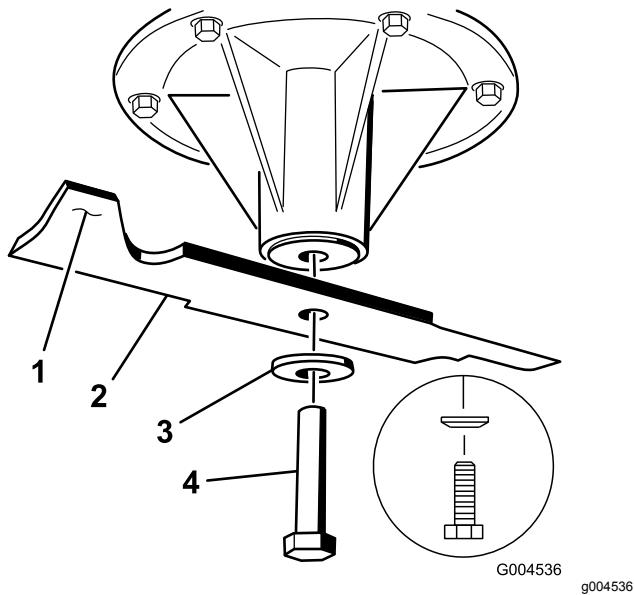

Bild 115
2. Nehmen Sie die linke und mittlere Messerschraube, die Wellenscheibe und das Messer von der Spindelwelle ab (Bild 115).
- Nehmen Sie die rechte Messerschraube (Schraube mit Linksgewinde), Wellenscheibe und das Messer von der Spindelwelle ab (Bild 115).
1. Befestigen Sie die linke und mittlere Messerschraube, die Wellenscheibe und die Messerschrauben an den Spindelwellen (Bild 116 und Bild 115).
Hinweis: Der Konus der Wellenscheibe muss bei der Installation in Richtung Schraubenkopf zeigen (Bild 115).
2. Befestigen Sie das rechte Messer, die Wellenscheibe und die Messerschraube (Schraube mit Linksgewinde) an der Spindel (Bild 116 und Bild 115).